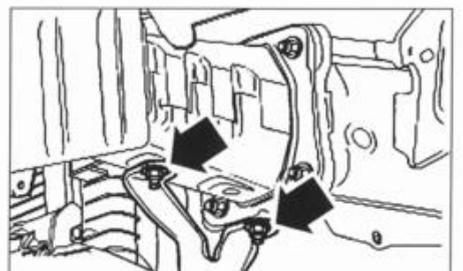

FIG. 13
- Separar los soportes de fijación de radiador de la armadura de parachoques de los dos lados (lado izquierdo ilustrado) (fig. 13).